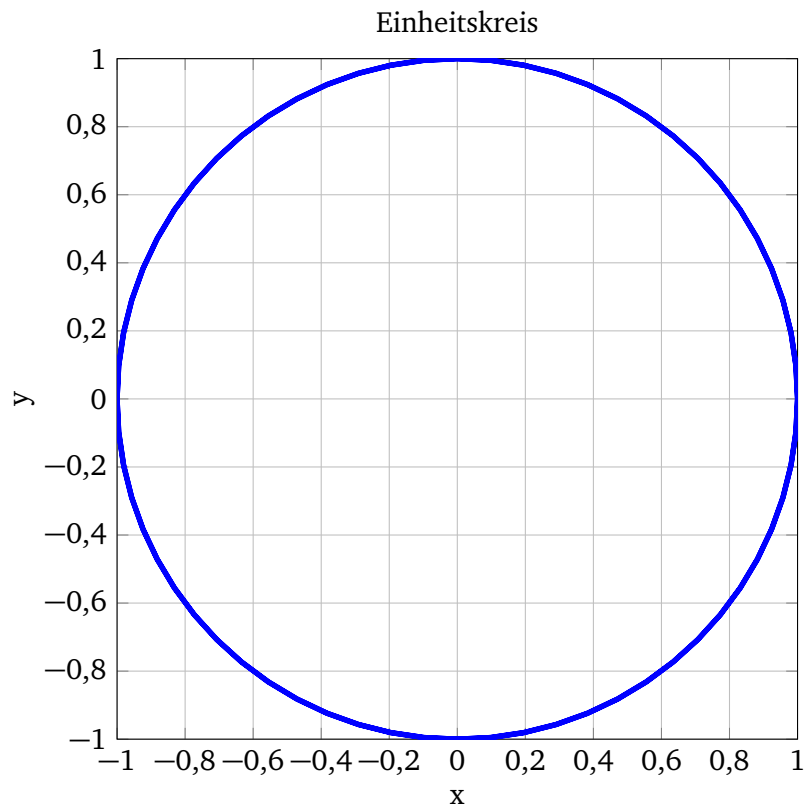

Abbildung 2.2: Einheitskreis
2. Plotten Sie den Einheitskreis wie in Abbildung 2.2. Überlegen Sie sich dazu, wie Sie aus einer Sinus- und Cosinusfunktion einen Kreis erzeugen können. Denken Sie an die Achsenbeschriftung und den Titel.